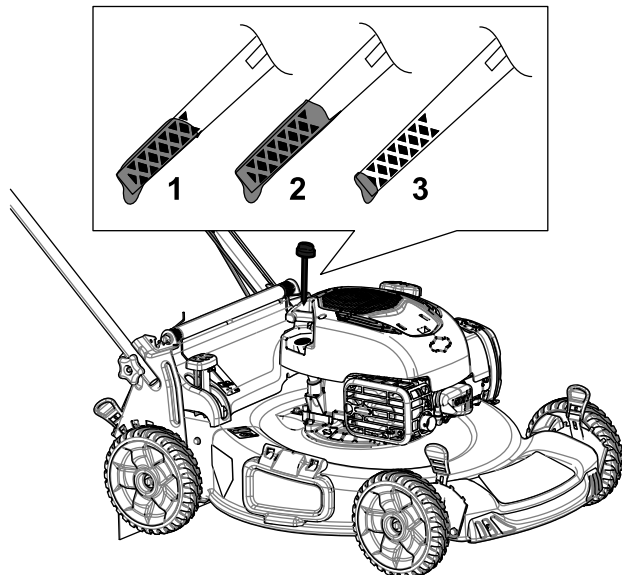

Figure 11
2. Tournez le bouchon dans le sens antihoraire et sortez la jauge (Figure 11).
5. Relevez le niveau d'huile indiqué sur la jauge (Figure 11).
- Si le niveau d'huile est trop bas, (Figure 11), versez avec précaution une petite quantité d'huile détergente SAE 30 ou SAE 10W-30 dans le tube de remplissage, attendez 3 minutes puis répétez les opérations 3 à 5 jusqu'à ce que le niveau d'huile correct soit atteint. Pour connaître le type d'huile, voir Vidange de l'huile moteur \(page 19\).
- Si le niveau d'huile est trop élevé (Figure 11), vidangez l'excédent d'huile jusqu'à obtention du niveau d'huile correct sur la jauge ; voir Vidange de l'huile moteur \(page 19\).